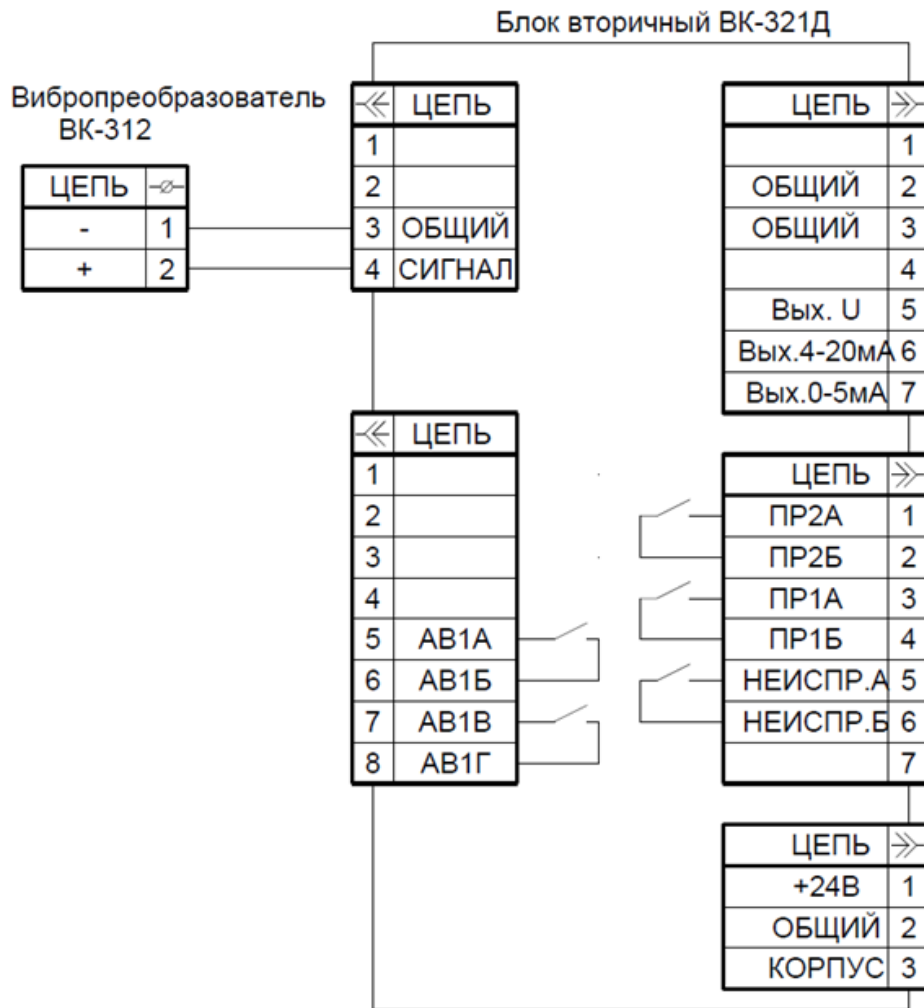

Рис. 9. Схема подключения вибропреобразователя к блоку ВК-321Д по двухпроводной схеме и нормальное состояние цепей сигнализации.
1.6.2.2 Ограничение значения выходного напряжения достигается установкой параллельно выходу троированных ограничительных стабилитронов VD2, VD4, VD6 (см. рис. 9) типа 1N4750A, напряжение стабилизации 24 В, с учетом технологического допуска – не более 25,2 В, и допустимый максимальный ток 170 мА, что соответствует требованиям ГОСТ 31610.11-2014 (IEC 60079-11:2011). С другой стороны, параллельно цепи выходного токового сигнала (обратная линия питания преобразователя) установлены троированные ограничительные стабилитроны типа 1N4744A напряжение стабилизации 15 В, с учетом технологического допуска – не более 15,75 В, и допустимый максимальный ток 170 мА, что соответствует требованиям ГОСТ 31610.11-2014 (IEC 60079-11:2011). Такое техническое решение позволяет ограничить выходное напряжение вторичного блока на уровне 24 В и исключает возможность возникновения в обратной цепи напряжения выше 15 В.
1.6.2.3 Для защиты ограничительных стабилитронов от перегрузки, в выходной цепи питания и в измерительной цепи установлены керамические герметичные, сверхбыстродействующие предохранители FP1 и FP2 (см. рис. 9) типа Littlefuse серии 0202 062.NXG, соответствующие требованиям ГОСТ МЭК 60127-1-2010, на номинальный ток срабатывания 0,062 А. Как следует из время-нагрузочных характеристик, приведенных в технической документации изготовителя, время срабатывания предохранителя при увеличении тока до 150 мА не превышает 0,2 мсек. С другой стороны, в соответствии с приведенными в технической документации изготовителя данными, примененные в модуле ограничительные стабилитроны выдерживают без нарушения функционирования ток до 170 мА в течении 10 сек. Таким образом, применённые предохранители эффективно защищают стабилитроны от перегорания и их можно считать неповреждаемыми и соответствующим требованиям ГОСТ 31610.11-2014 (IEC 60079-11:2011).
1.6.2.4 Ограничение выходного тока источника питания достигается установкой в цепи питания двух токоограничительных резисторов R3, R4 (см. рис. 9) сопротивлением 220 Ом каждый. Выходной ток ограничивается на уровне 54 мА, с учетом технологического допуска на сопротивление резисторов, на уровне не более 60 мА. Допустимая мощность рассеяния каждого резистора 2,0 Вт. С другой стороны, максимальная мощность, которая в самом не благоприятном случае может выделять на резисторах, не превышает 1,4 Вт (т.е. по 0,75 Вт на каждом), таким образом, требования п. 7.1 ГОСТ 31610.11-2014 (IEC 60079-11:2011) выполнены и рассматриваемые резисторы считаются неповреждаемыми.
1.6.2.5 Входные токовые цепи (измерительные линии) преобразователя защищены токоограничительными резисторами R1, R2 (рис. 9) сопротивлением 1 кОм и 360 Ом, номинальной мощностью рассеяния 0,5 Вт и 2,0 Вт, соответственно. Максимальная мощность, которая в самом не благоприятном случае может выделять на резисторах не превышает 0,22 Вт и 0,63 Вт. С учетом коэффициента безопасности ($k=2/3$), приведенные выкладки показывают, что требования ГОСТ 31610.11-2014 (IEC 60079-11:2011) выполнены и рассматриваемые резисторы можно считать неповреждаемыми.